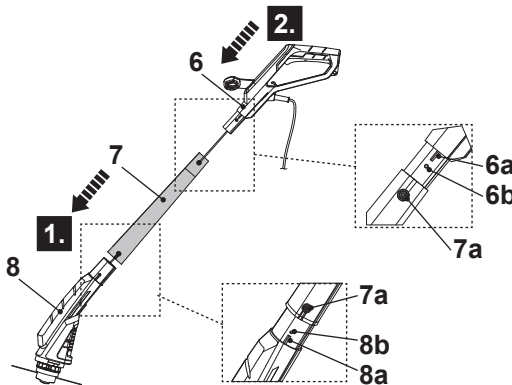

Fig. 1
1. Alinee y deslice la ranura de deslizamiento de la barra media (7) hacia la espiga (8a) de la barra inferior (8). Introduzca completamente la barra media (7) y asegúrese de que los agujeros de los tornillos (7a, 8b) estén bien alineados (Fig. 1, paso 1).
2. Alinee y deslice la espiga (6a) de la barra superior (6) hacia la ranura de deslizamiento de la barra media (7). Introduzca completamente el poste superior (6) y asegúrese de que los agujeros de los tornillos (6b, 7a) estén bien alineados (Fig. 1, paso 2).